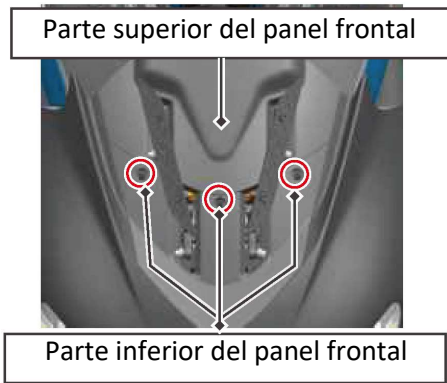

Figura 2
2. Retire las tres garras de fijación de la parte superior del panel frontal y retire el panel frontal (la Figura 2 muestra con círculos rojos las garras de fijación).